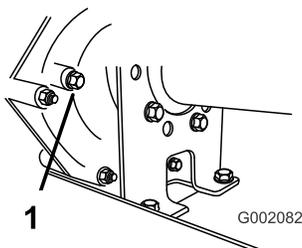

Bild 45
2. Nehmen Sie die Schraube aus dem Füllstand-Prüfloch heraus (Bild 45).